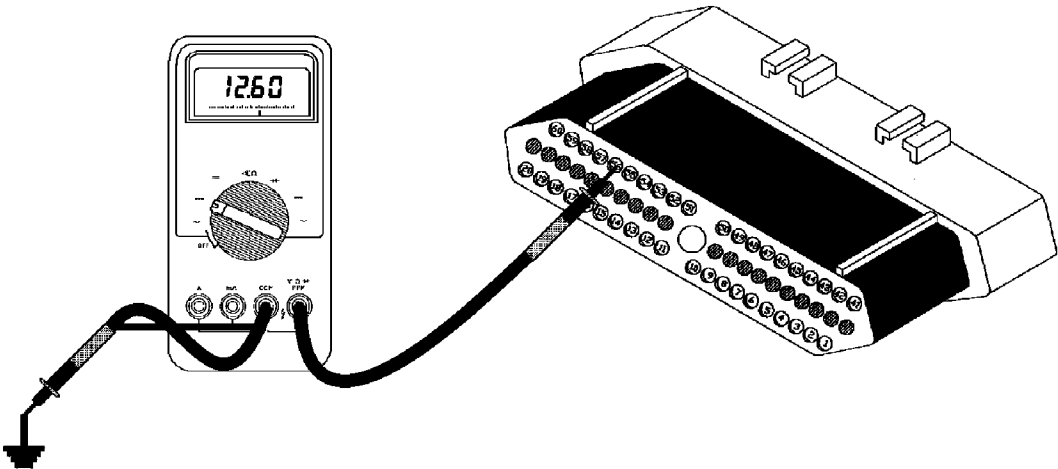

Figura 13
- Ahora controle el voltaje en la cavidad #56 (Vea la figura 13). Mientras controla el voltaje, mence los alambres que van a la batería. Si la lectura de voltaje se pierde o se torna erratica al menear los alambres, sospeche una averia en el alambre o un alambre fusible quemado (Vea la figura 8 para la localización de los alambres fusible). Las figuras 9 y 10 muestran una tabla de alambres fusible por vehiculo y color. Algunos modelos usan el típico fusible . Si el problema es que hay un abierto en un alambre, se tendrá que hacer una prueba de continuidad a diferentes puntos del alambre para encontrar la averia.